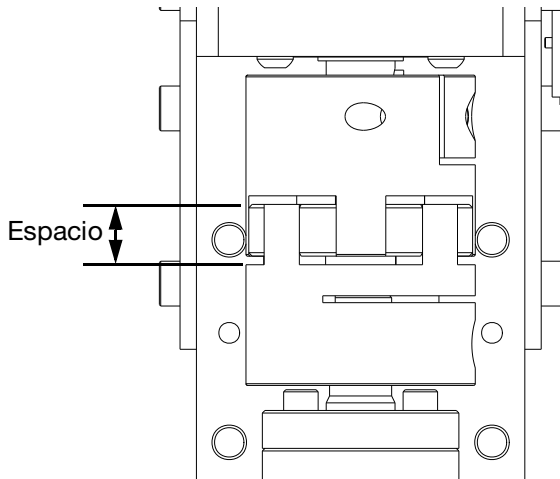

FIG. 22
5. Separe el acoplamiento hasta dejar el espacio adecuado. FIG. 22. Consulte la tabla siguiente.